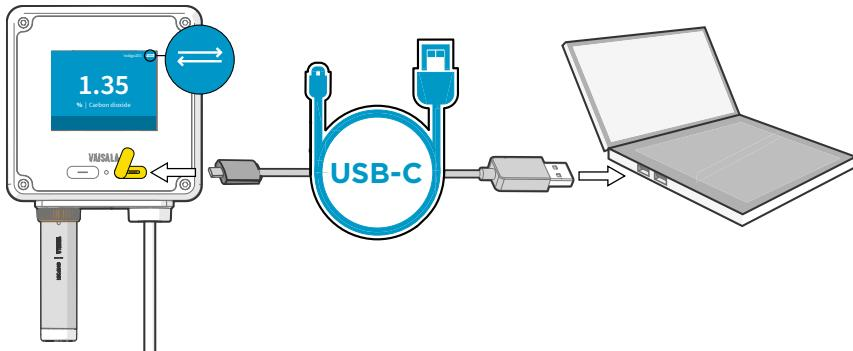

图 27 使用 USB-C 电缆将 Indigo200 数据处理单元连接到 Insight PC 软件
- 5. 在带显示屏的数据处理单元型号中，当 USB 电缆连接处于活动状态时，数据处理单元显示屏的右上角会显示 USB 连接图标（请参见 图 27 \(第 61 页\)）。